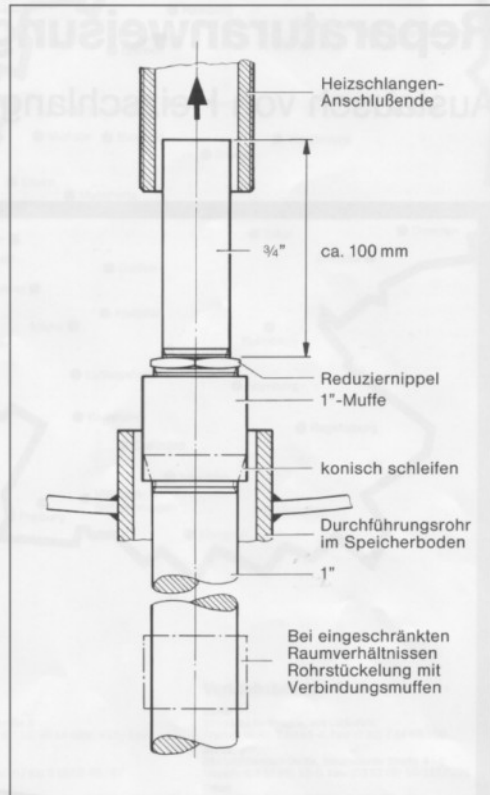
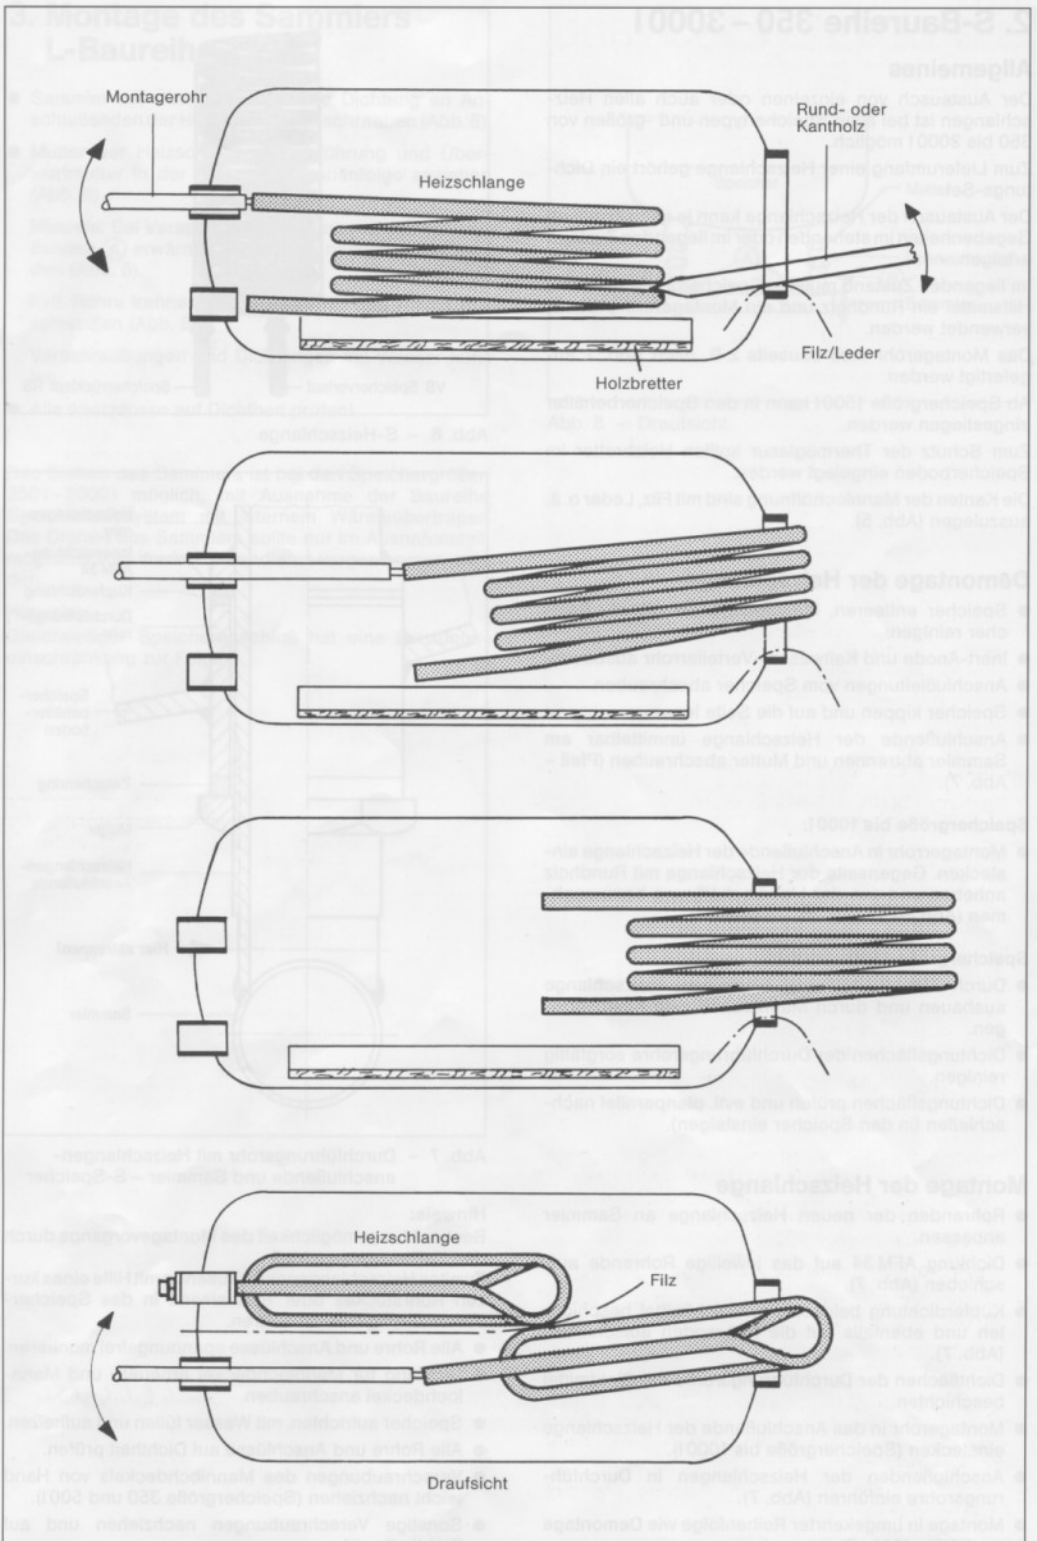

Abb. 2 – Vorschlag eines Montagerohres
Abb. 5 – Ausbau bzw. Einbau der Heizschlange mit Hilfe eines Montagerohres
Das Mannloch ist an den Kanten mit Filz, Leder o. ä. auszulegen (Abb. 5). Bei Speichergröße bis 1500 I muß als Hilfsmittel ein Rundholz und ein sogenanntes Montagerohr verwendet werden. Das Montagerohr muß bauseits z. B. nach Abb. 2 angefertigt werden. Eine günstigere Handhabung erreicht man mit 2 Montagerohren. Ab Speichergröße 2000 I kann in den Speicherbehälter eingestiegen werden.
- Montagerohr in Anschlußende der Heizschlange einstecken. Gegenseite der Heizschlange mit Rundholz anheben und aus der Mannlochöffnung herausnehmen (Abb. 5).
Im liegenden Zustand muß bis Speichergröße 1000 l als Hilfsmittel ein Rundholz und ein Montagerohr (Abb. 2) verwendet werden.
Das Montagerohr muß bauseits z.B. nach Abb. 2 angefertigt werden.
Die Kanten der Mannlochöffnung sind mit Filz, Leder o. ä. auszulegen (Abb. 5).